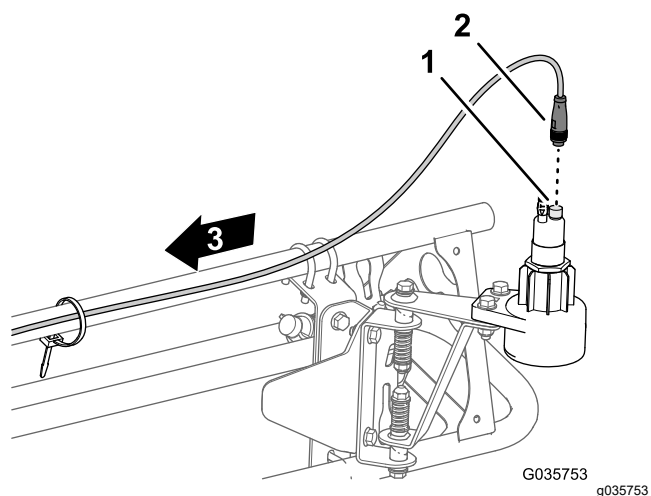

Рисунок 23
1. Подсоедините круглый 4-гнездовой разъем жгута проводов датчика к 4-штыревому разъему датчика (Рисунок 23).